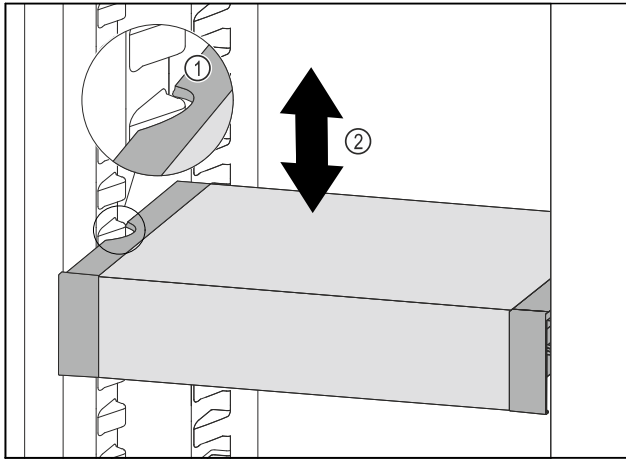

Fig. 93
- ▶ VarioSafe naar voren trekken tot de uitsparingen aan de zijkant van de VarioSafe zich ter hoogte van de rib in het koelgedeelte bevinden. Fig. 93 (1)
- ▶ VarioSafe in het koelgedeelte omhoog of omlaag bewegen tot de gewenste hoogte is bereikt. Fig. 93 (2)